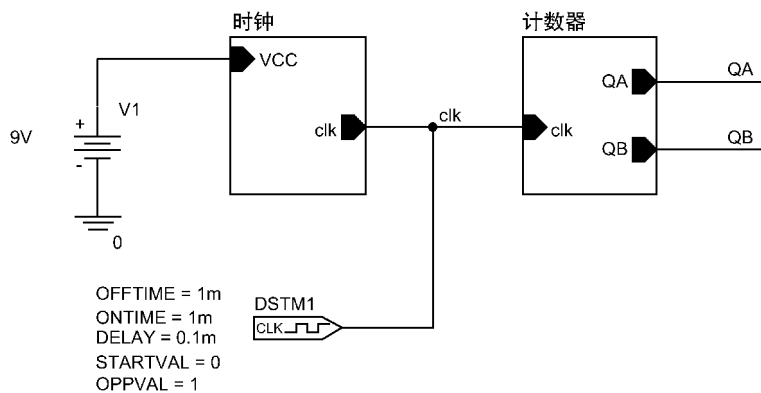

图 22.25 对计数器电路进行测试
24. 从 source 元器件库中选择 DigClock 数字时钟信号源，并将其放置到原理图中，然后按照图 22.25 所示对其进行参数设置。